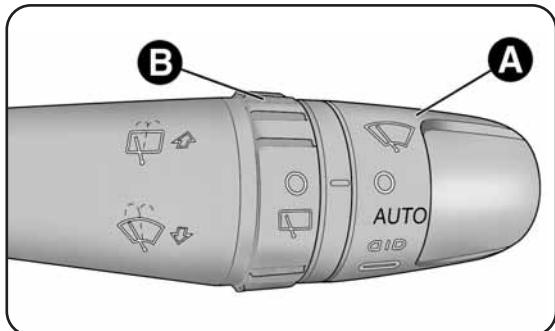

fig. 34
ESSUIE-GLACE/LAVE-GLACE fig. 34
Pour activer le capteur, tourner la bague A-Fig. 34 en position "automatique" (commande AUTO): on obtient ainsi la régulation de la fréquence des balayages de l'essuie-glace en fonction de la quantité d'eau sur le pare-brise. La variation de la fréquence prévoit: aucun balayage (absence de pluie - vitre sèche) et jusqu'à la 2^e vitesse continue (forte pluie - vitre mouillée).
Pour varier la sensibilité du capteur de pluie, tourner la bague A-fig. 34.
- variation de la sensibilité (en tournant la bague A-fig. 34 pour l'augmenter ou la réduire).
En tournant la bague B-fig. 34 de la position O à la position □ on actionne l'essuie-lunette de la manière suivante: